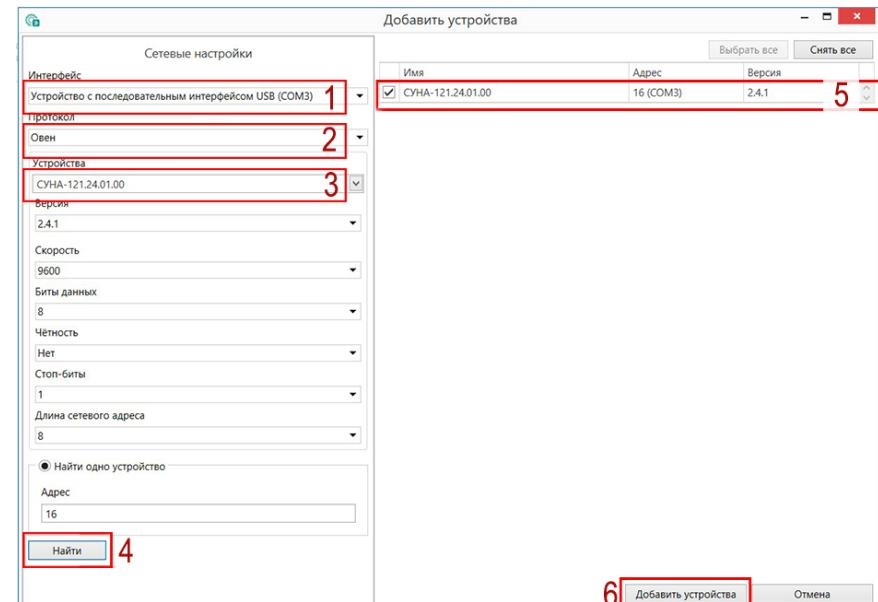

Рисунок 11.1 – Настройки связи с устройством
6. Выбрать интерфейс «Устройство с последовательным интерфейсом USB» (см. рисунок 11.1, 1). Номер СОМ порта, присвоенный прибору можно узнать в Диспетчере устройств Windows.
7. Выбрать протокол **ОВЕН** (см. рисунок 11.1, 2).
8. Выбрать устройство (см. рисунок 11.1, 3). Модификация прибора указана на боковой стороне прибора.
9. Выбрать «Найти одно устройство», если добавляется один прибор. Запустить поиск нажатием на кнопку «Найти» (см. рисунок 11.1, 4).
10. Выделить найденное устройство (см. рисунок 11.1, 5).
11. Добавить устройство в проект Конфигуратора по нажатию кнопки «Добавить устройства» (см. рисунок 11.1, 6).
1. Нажать на кнопку  **Обновить устройство** в контекстном меню выбранного устройства или в главном меню. Откроется диалоговое окно для смены встроенного ПО устройства. Допускается обновление одного или нескольких устройств. Устройства следует выделить в области устройств (см. рисунок 11.1, 5) и выбрать **Обновить устройство** в контекстном меню или главном меню.